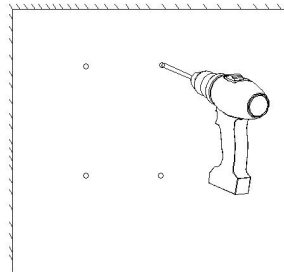

图 2-2
- 1) 用冲击钻在上一步所做的记号处打四个圆孔, 如图 2-2 所示。